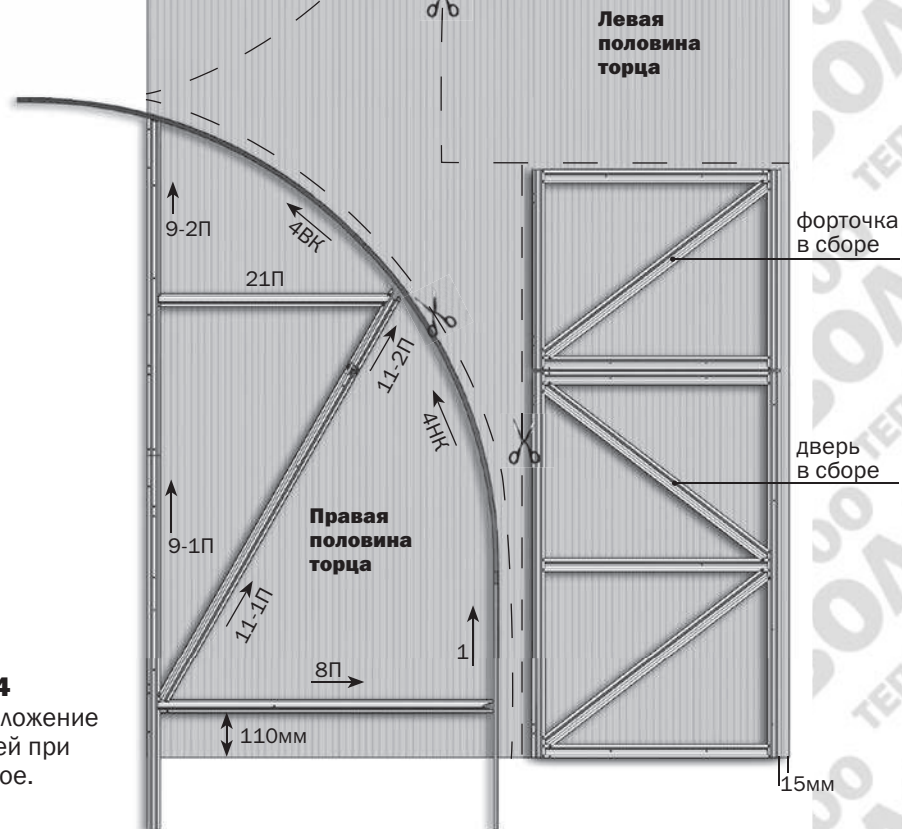
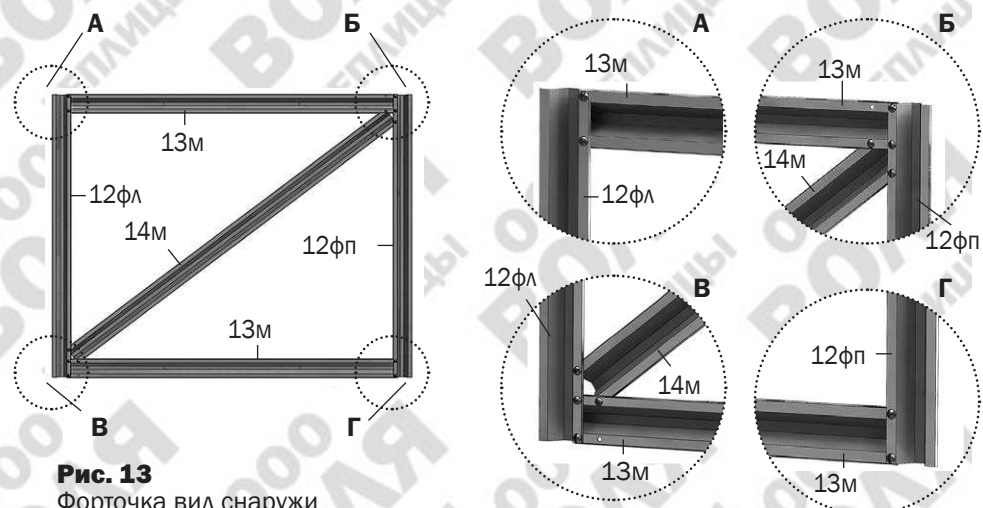
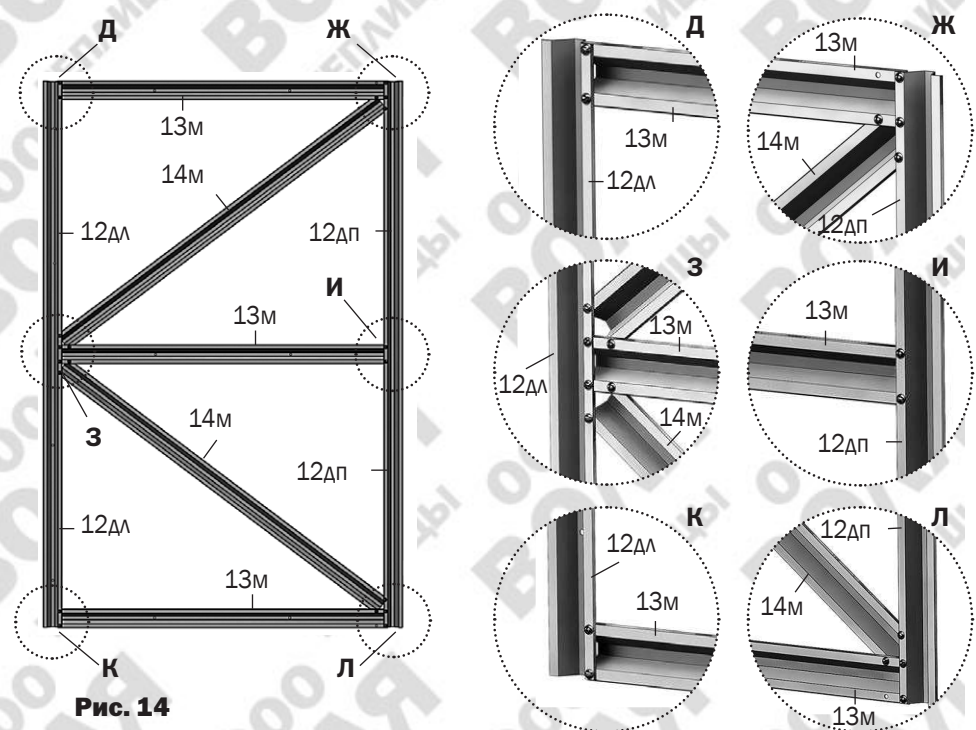

Рис. 4
Рис. 13
Рис. 14
детали 4 - см. Рис.4
детали 12...14 (дверь и форточка) - см. Рис.13,14
2. Первоначально надо раскроить лист покрытия для торцов. Для этого соберите двери, форточки (**рис.13, рис.14**) и половину торца из деталей дуг **4ВК, 4НК** и прямолинейных деталей **1, 8П, 11-1, 11-2П, 21П, 9-1П, 9-2П**, временно закрепив загнутые концы деталей **11-2** на отверстия дуги. Не снимая защитной пленки с поликарбоната, разметьте места расположения деталей на листе покрытия в соответствии с **рис. 3 и рис. 4**
РАСКРОЙ ЛИСТА ПОЛИКАРБОНАТА ВЫПОЛНЯЙТЕ СТРОГО В СООТВЕТСТВИИ С РИС.3 И РИС. 4 Лист сотового поликарбоната размером 2100 x 6000 мм